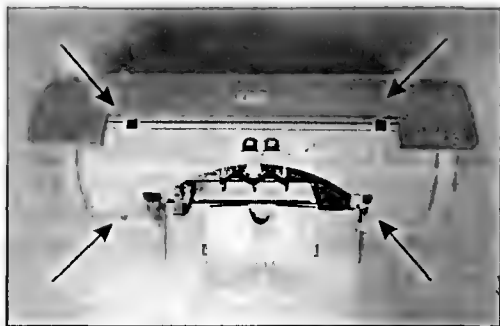
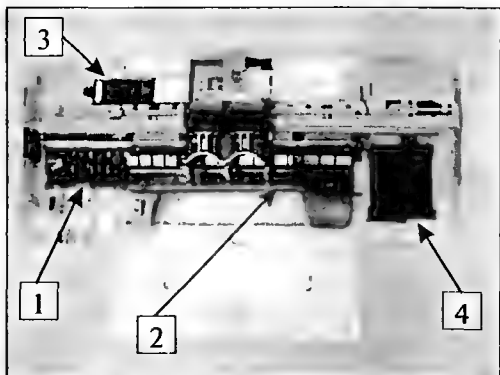

Рис. 2.2
Рис. 2.3
1. Выкручивают четыре винта (рис. 2.2) отверткой Т-10, крепящих верхнюю половину корпуса и снимают ее (защелок, что удивительно, нет). На рис. 2.3 показан внешний вид принтера со снятой верхней крышкой. Цифрами показано: 1 — узел парковки,